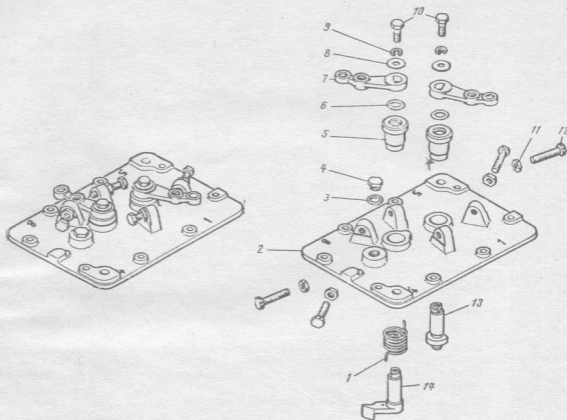

Рис. 6. Крышка регулятора частоты вращения:
33. Отвернуть болты 10 (рис. 6) пружинными 9 и плоскими 8 шайбами крепления рычага управления регулятором и рычага останова, снять рычаги 7 и вал 13 рычага управления, кольцо уплотнительное 6, выпрессовать втулку 5 рычага управления, рычаг 14 выключения подачи и возвратную пружину 1. (Ключ гаечный 10 мм, оправка $d=10$ мм $L=60$ мм).
50. Завернуть маслозаливную пробку 4 (рис. 6), завернуть гайки 11 регулировочных болтов на регулировочные болты 12, ввернуть болты 12 в приливы крышки 2. (Ключ гаечный 10 мм).